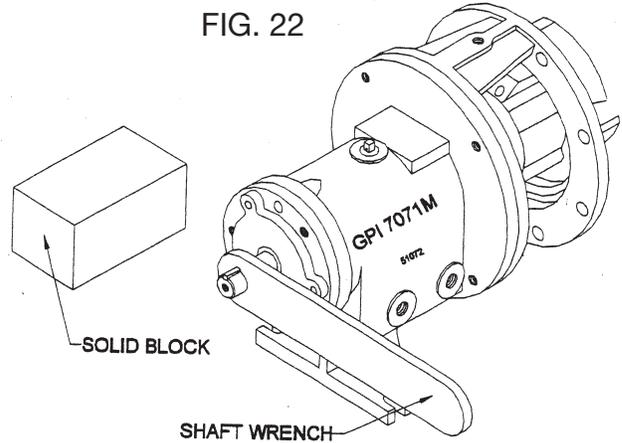

FIG. 22
11. Enhile el impulsor (25) con o-anillo de impulsor (17) en el eje.
13. Luego levante de la superficie de trabajo (en el sentido opuesto al de las manecillas del reloj), luego deje caer en la superficie de trabajo o un cubo sólido, Repite el proceso pocas veces para apretar el impulsor. (Fig. 22)